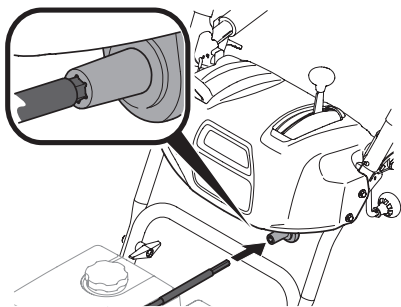

Figura 2-38
5. Inserte el eje flexible (b) que se extrajo de la manija inferior durante el Montaje de la manija, en la parte posterior del cabezal de control direccional del canal. Consulte Figura 2-38. Sujete la varilla de control del canal al conjunto del control del canal con el sujetador de horquilla (a) que extrajo en el Paso 4.
6. Inserte el extremo hexagonal del eje flexible en el acoplamiento de la varilla de control del canal que está debajo del tablero de instrumentos. Consulte Figura 2-38.